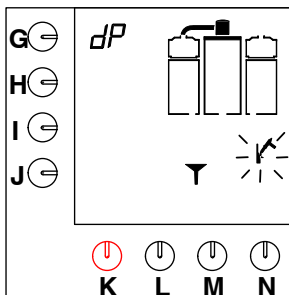

Fig. 16 Kaffetraktesystemet etterlyser rensemiddel
- Et signal høres, hammersymbolet blinker og det vises en trakt på displayet (fig.16).